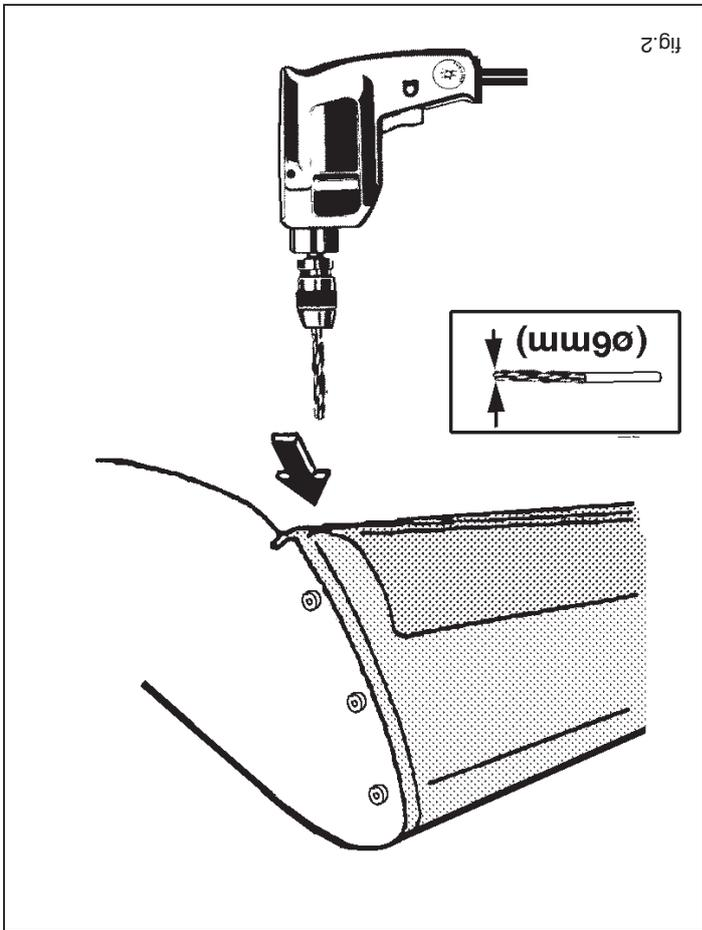

fig.2
1. Maak de bodenvloer in de bagageruimte vrij. Verwijder de zijpanelen en de accu-beschermbak. Neem de bevestiging van de accu los. Maak indien aanwezig de connector los, welke aan de rechterkant in de bagageruimte in de bumper zit. Zie fig. 1. Demonteer de bumper d.m.v. het verwijderen van vier bouten in de bagageruimte. Zie fig. 1. Boor vervolgens t.p.v. de onderkant van de wielkastranden twee popnagels d.m.v. een  $\varnothing$  6 mm. boor uit. Zie fig. 2.
1. Clear the trunk and floorboard. Remove the side panels and the protective battery case. Disconnect the battery fasteners. Detach the connector which, if present, is located in the right-hand side of the trunk in the bumper. See fig. 1. Detach the bumper by removing the four bolts in the trunk. See fig. 1. Next, use a  $\varnothing$  6 mm bit to drill two pop rivets on the underside of the wheel casing rims. See fig. 2.
1. Dégager le plancher dans le coffre à bagages. Retirer les panneaux latéraux et le boîtier de protection de la batterie. Enlever la fixation de la batterie. Détacher s'il existe le connecteur qui se trouve à droite dans le coffre à bagages dans le pare-chocs. Voir fig. 1. Démontez le pare-chocs en enlevant quatre boulons dans le coffre à bagages. Voir fig. 1. Extraire ensuite deux faux rivets sur le dessous des bords du logement de roue en les perçant à l'aide d'un foret  $\varnothing$  6mm. Voir fig. 2.
1. Despejar el suelo del maletero. Retirar los paneles laterales y la caja protectora de la batería. Soltar la sujeción de la batería. Si presente, desconectar el conector, el cual está situado en el lado derecho del maletero en el parachoques. Véase la fig. 1. Desmontar el parachoques retirando cuatro tornillos en el maletero, véase la fig. 1. Luego taladrar a la altura del lado inferior de los bordes de las cajas de rueda, dos clavos tubulares por medio de una broca de Ø6mm. Véase la fig. 2.
1. Liberare il fondo del bagagliaio. Rimuovere i pannelli laterali e la scatola di protezione della batteria. Allentare il sistema di fissaggio della batteria. Se presente, scollegare il connettore situato nella parte destra del bagagliaio ed inserito nel paraurti. Vedi fig. 1. Smontare il paraurti, rimuovendo i quattro bulloni dal bagagliaio. Vedi fig. 1. Quindi, praticare due fori al di sotto dei bordi dei passaruote, mediante una punta da ø 6 mm. Vedi fig. 2.
1. Zrobić dostęp do podłogi bagażnika . Zdjąć boczne ścianki oraz pokrywę ochronną akumulatora. Rozłączyć łącznik, jeśli takowy występuje, znajdujący się w bagażniku z prawej strony w zderzaku. W celu demontażu zderzaka odkręcić cztery śruby w bagażniku , patrz rysunek 1. Na spodniej stronie krawędzi skrzynki ochronnej koła wywiercić dwa nity rurkowe o średnicy 6mm, patrz rysunek 2.